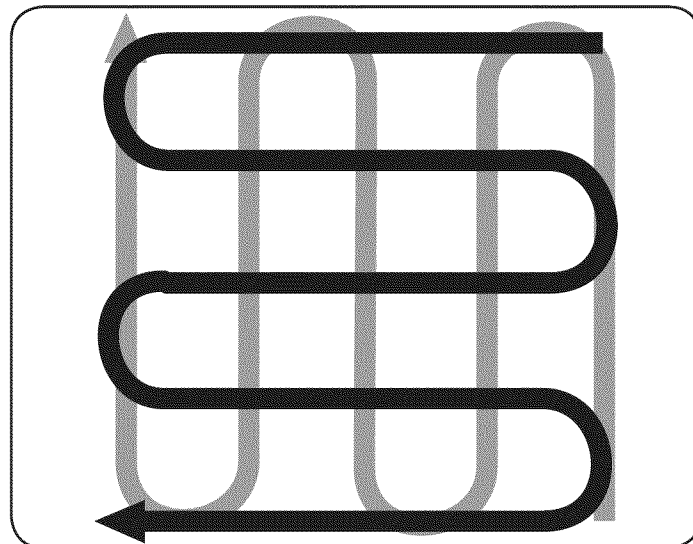

Figura 17
- Cuando haya terminado en una dirección, haga una segunda pasada en ángulo recto. Vea la Figura 17. Traslape cada pasada para obtener los mejores resultados (en suelo muy duro, puede requerir tres o cuatro pasadas para pulverizar completamente el suelo).